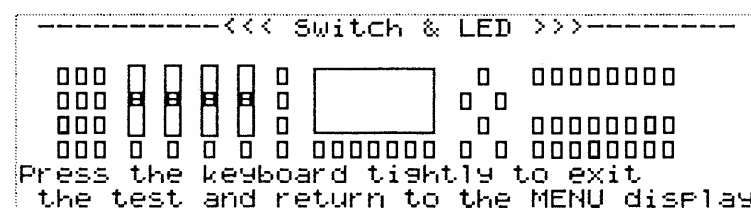

Fig.5
The LCD shown in figure 5 will appear.
- LCDディスプレイに、Fig.5のように表示される。